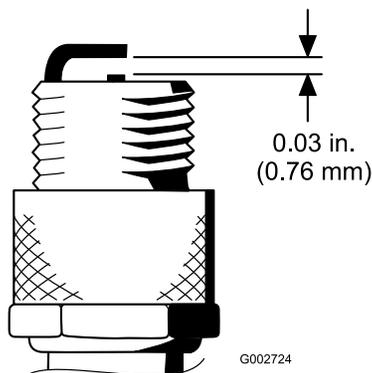

図 49
4. エアギャップを 0.76mm に調整する(図 49)。